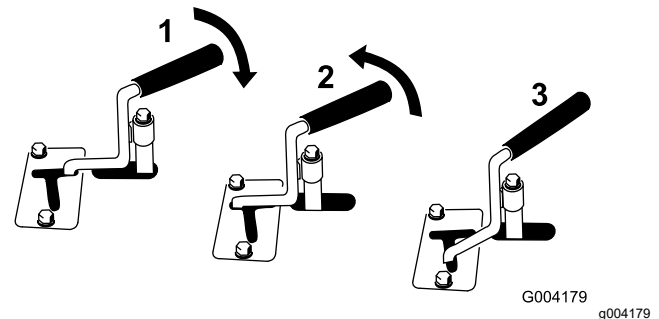

Figura 12
- Para operar um acessório hidráulico na direção da frente, rode a alavanca auxiliar-hidráulica para trás e puxe-a para baixo até à barra de referência (Figura 12, número 1).
- Para operar um acessório hidráulico na direção da marcha-atrás, rode a alavanca auxiliar-hidráulica para trás e puxe-a para a esquerda até à ranhura superior (Figura 12, número 2).
Nota: Se libertar a alavanca enquanto estiver na posição FRENTE, a alavanca regressa automaticamente para a posição PONTO MORTO (Figura 12, número 3). Se estiver na posição MARCHA-ATRÁS, permanece aí até que a retire da ranhura.